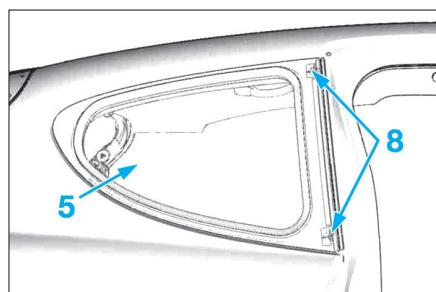

FIG. 26
- Déclipser la vitre (5), des agrafes (8) (Fig.26).